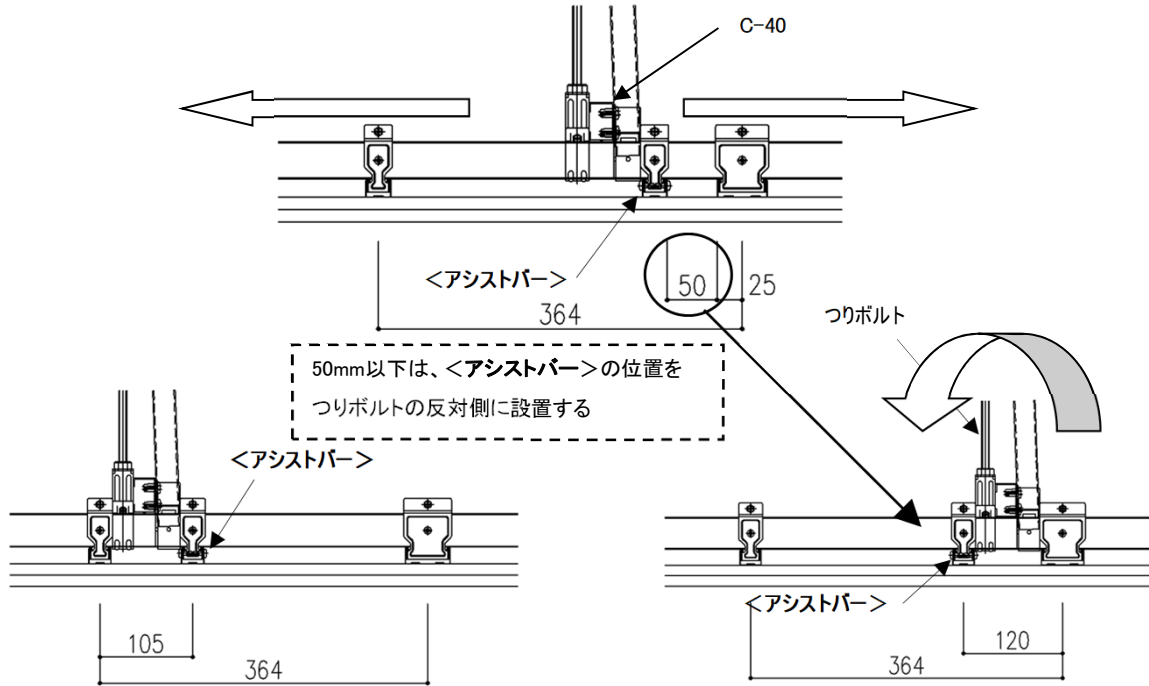

図 2-17 天井面補強材<アシストバー>の位置関係
- ・天井面補強材 <アシストバー> が、野縁に当って取り付けられない場合 (50mm以下) は 釣りボルトの反対側に設置する。(図2-17参照)